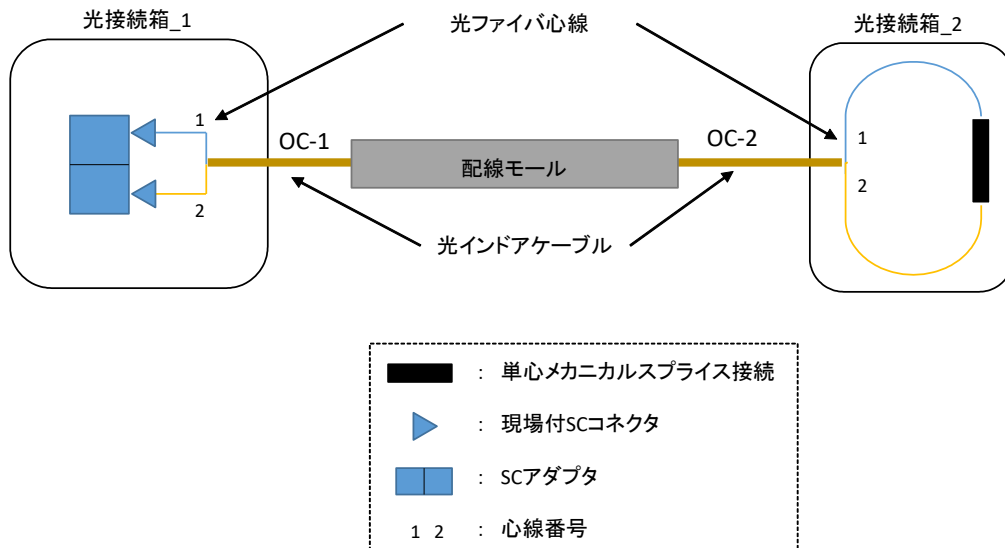

図2 光ファイバ心線接続図 (例)
- ・ 光接続箱_1で、光インドアケーブル端を約1m口出し、図2に従ってSCコネクタを成端シアダプタに接続すること。アダプタは所定の場所に固定する。
- ・ 光接続箱_2で、光インドアケーブル端を約1m口出し、図2に従って心線を接続し収納する。